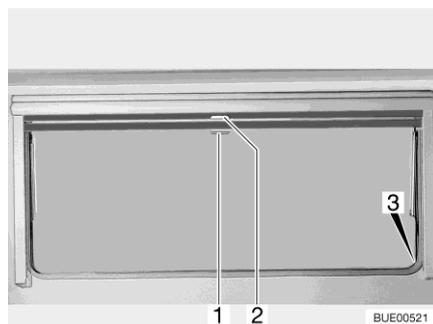

Bild 101 Ausstellfenster
- Verdunklungsrollo am Griff (Bild 101,2) nach unten ziehen. Wenn das Verdunklungsrollo ganz geschlossen wird, das Verdunklungsrollo auf beiden Seiten am Fensterrahmen in die Arretierung (Bild 101,3) einhängen.
- Wenn das Verdunklungsrollo vollständig geschlossen ist: Den Griff (Bild 101,2) nach unten drücken und den Griff dabei leicht nach innen ziehen. Das Verdunklungsrollo aus den Arretierungen links und rechts am Fensterrahmen aushängen.
- Wenn sich das Verdunklungsrollo in Zwischenposition befindet: Den Griff (Bild 101,2) leicht nach unten ziehen, bis sich die Arretierung gelöst hat.
- Insektenschutzrollo am Griff (Bild 101,1) nach unten ziehen und auf beiden Seiten am Fensterrahmen in die Arretierung (Bild 101,3) einhängen.
- Griff (Bild 101,1) nach unten drücken und den Griff dabei leicht nach innen ziehen. Das Insektenschutzrollo aus den Arretierungen links und rechts am Fensterrahmen aushängen.